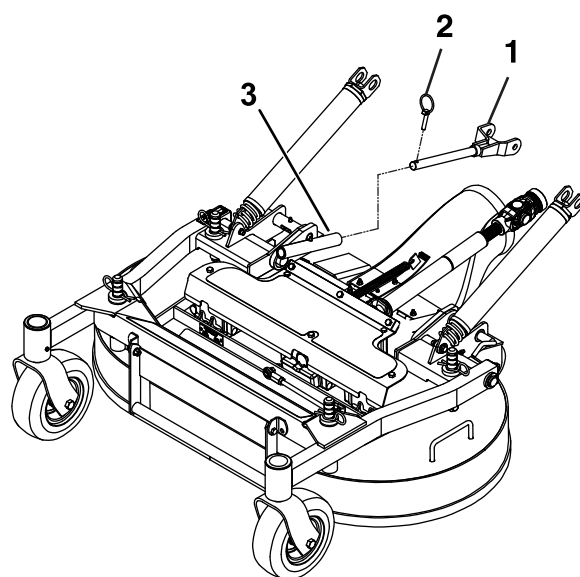

Figura 71
7. Retire los pasadores de seguridad de la parte delantera de los brazos de empuje en ambos lados de la máquina (Figura 71).
7. Sujete los brazos de empuje con los pasadores de seguridad en el lado derecho e izquierdo de la máquina (Figura 71).